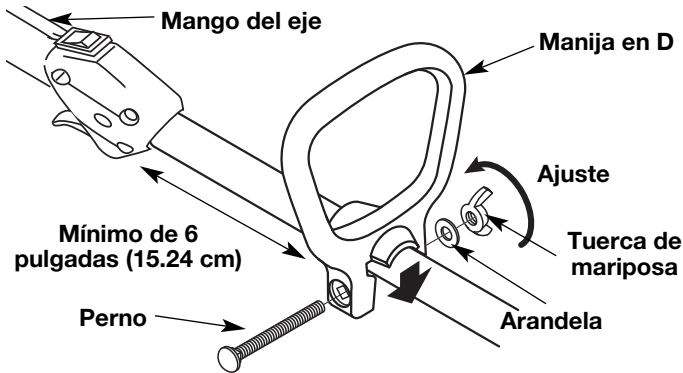

Fig. 1
- Empuje la manija en D hacia abajo sobre el bastidor del eje de modo que la manija se incline hacia adelante del mango del eje (Fig. 1). El orificio del perno cuadrado de la manija queda hacia la derecha.